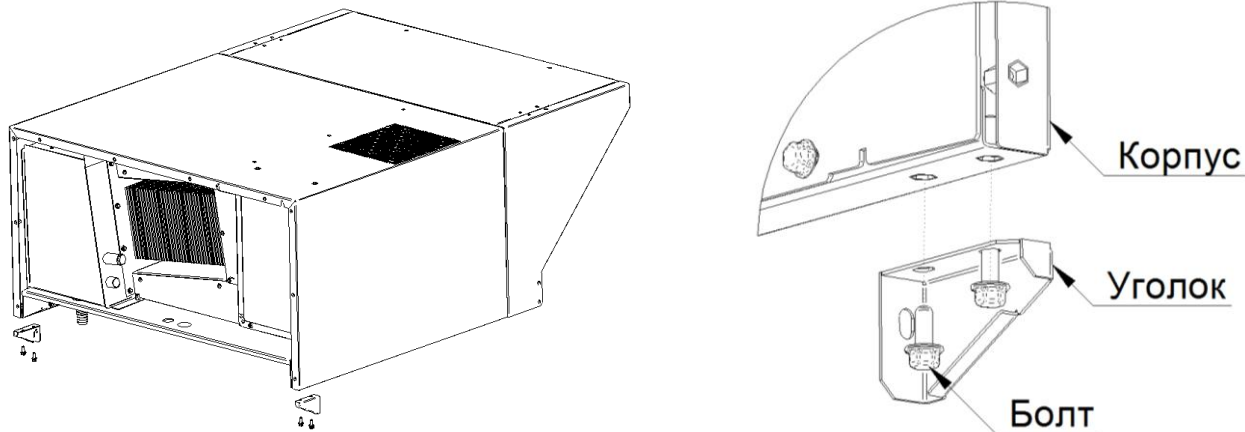

Рисунок 5
8. Снять заднюю крышку зонта, открутив крепеж (см. Рисунок 5);
9. Установить на зонт уголки ЗВВ-4-6/4П.00.00.001 и ЗВВ-4-6/4П.00.00.001-01, зафиксировав их болтами М5х12 из комплекта (см. Рисунок 5);